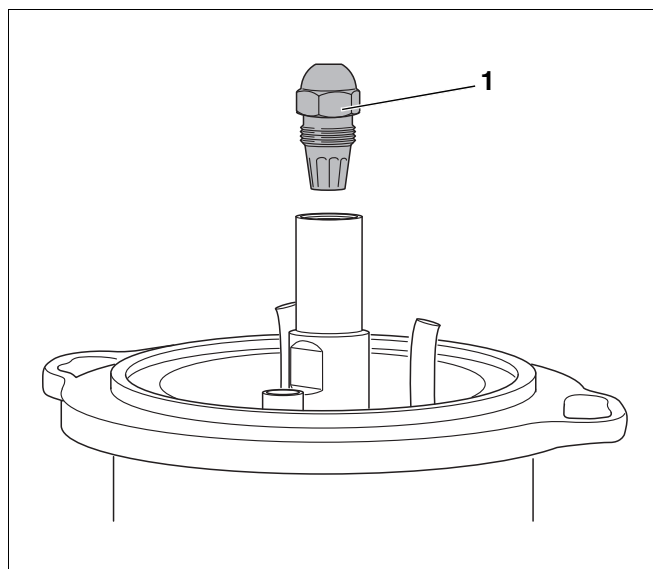

Рис. 28 Демонтаж форсунки
- Открутить форсунку (Рис. 28, поз. 1) двумя гаечными ключами SW 16 и SW 19.